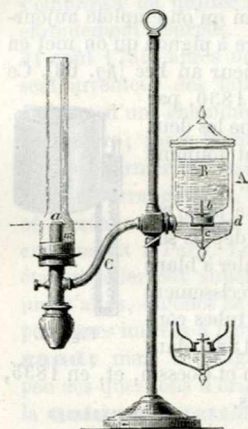

Fig. 64.
**Alimentation du bec.** — 1. Les inventions qui précèdent étaient sans doute excellentes. Néanmoins, les lampes n'auraient pu encore recevoir toutes les applications qu'on en fait aujourd'hui, si l'on n'avait trouvé le moyen d'utiliser la totalité de la lumière qu'elles fournissent, ce qui était absolument impossible avec les appareils du nouveau système, tels qu'ils étaient dans le principe. En effet, les lampes que Quinquet fabriquait à Paris et Argand à Versoix avaient toutes le réservoir de l'huile supérieur au bec, c'est-à-dire étaient construites comme celles qu'on appelle **lampes de bureau** ou **lampes à tringle** (fig. 64). Ainsi placé dans la sphère du rayonnement du foyer, ce réservoir projetait nécessairement une ombre, en sorte que toutes les parties environnantes n'étaient pas uniformément éclairées. De quelque manière qu'on s'y prit, il y avait toujours un espace obscur correspondant à la surface du réservoir. Aussi, était-on obligé de fixer les appareils contre le mur, ce qui, dans une foule de cas, surtout pour l'éclairage des appartements, était disgracieux et incommode. Pendant longtemps, on essaya de